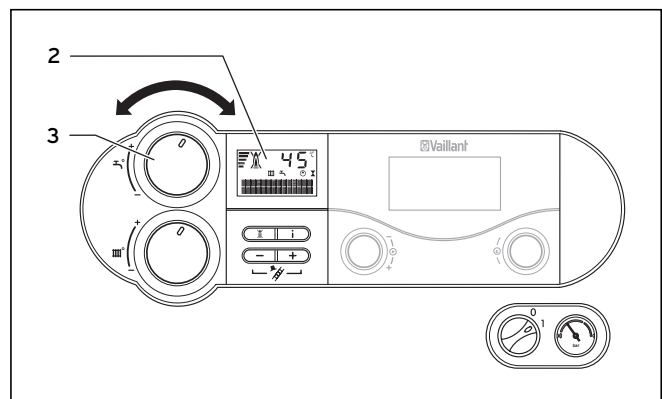

Abb. 4.7 Einstellung der Warmwassertemperatur (hier abgebildet: atmoTEC/turboTEC exklusiv)
Beim Einstellen der gewünschten Temperatur wird der jeweils zugehörige Sollwert im Display (**2**) angezeigt (siehe Abb. 4.7). Nach ca. fünf Sekunden erlischt diese Anzeige und im Display erscheint wieder die Standardanzeige (aktuelle Vorlauftemperatur der Heizungsanlage).
Bei einer Wasserhärte von mehr als 20 °dH stellen Sie bitte den Drehknopf (3) in Abb. 4.7 maximal in die Mittelstellung.